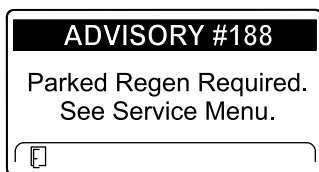

Рисунок 71
- Требуется стационарная регенерация ИНФОРМАЦИОННОЕ СООБЩЕНИЕ № 188 (Рисунок 71)